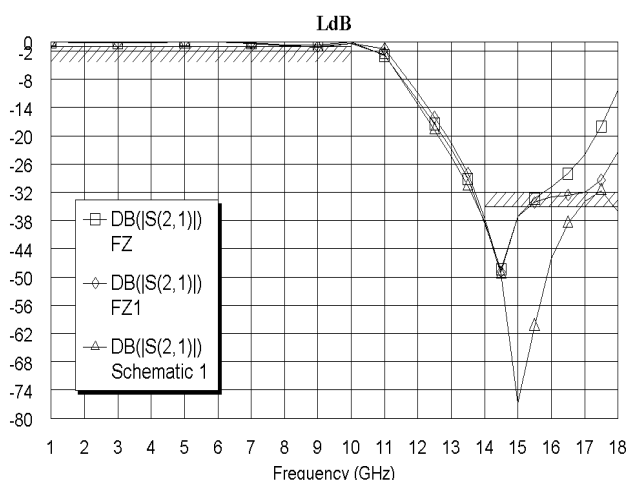

Рис. 1.48
3. Щёлкните по значку **Analyze** на панели инструментов, чтобы выполнить анализ структуры с укороченным шлейфом. Полученный график показан на рис. 1.48. Как